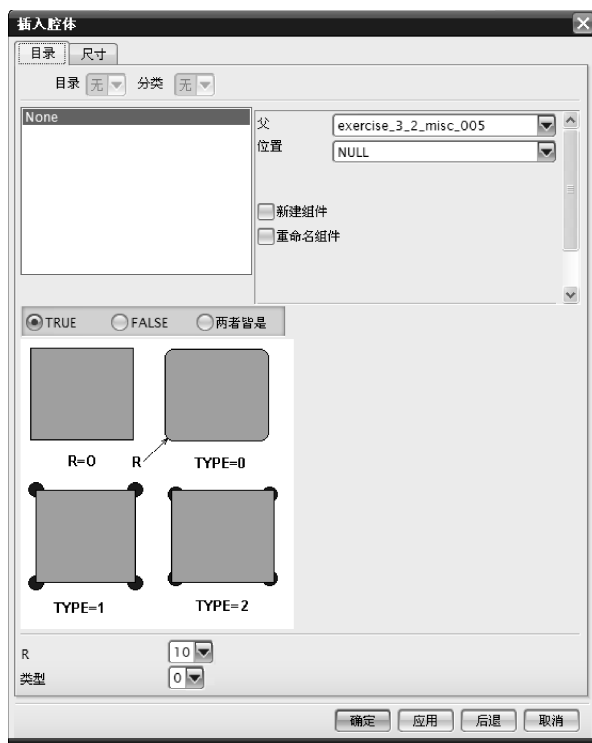

图 3-40 【插入腔体】对话框
(3) 单击【编辑布局】栏下的【编辑插入腔】按钮, 弹出如图 3-40 所示的【插入